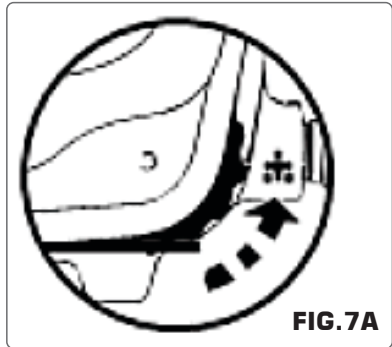

FIG. 7A
Ligue a bomba (I). Gire o Botão de Regulagem para a posição SPRAY. Gire o Seletor de Controle de Pressão para a pressão máxima (+). A mangueira de pulverização deve ficar rígida à medida que a tinta começa a fluir através dela (Fig. 7A).